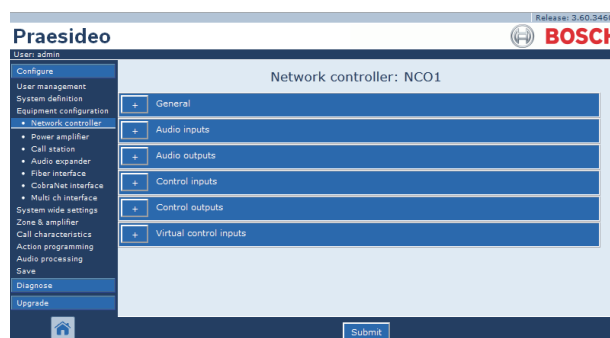

figura 44.3: Configurar um controlador de rede, passo 2
- 2 Clique no nome do controlador de rede que pretende configurar. Aparece um ecrã semelhante ao da figura 44.3 na moldura principal da interface da Web.